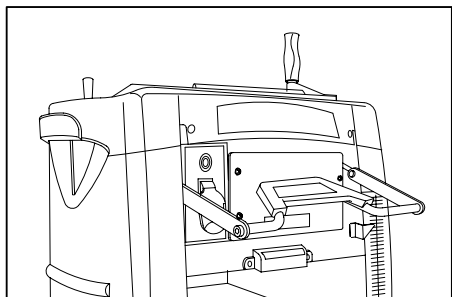

Fig. 11
8. Empuje la palanca de bloqueo del cabezal de corte. (Fig. 11)